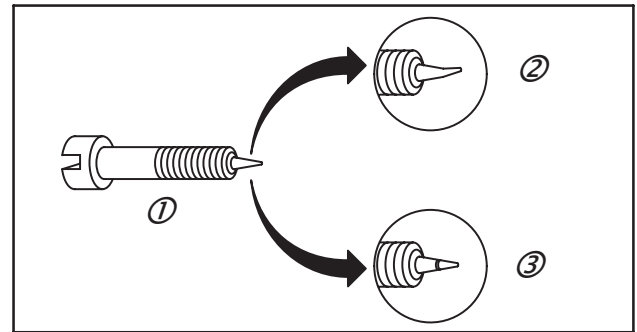

Fig. 19
Vérifier la vis de richesse (1), Fig. 19, et la remplacer si elle est tordue (2) ou rainurée (3).